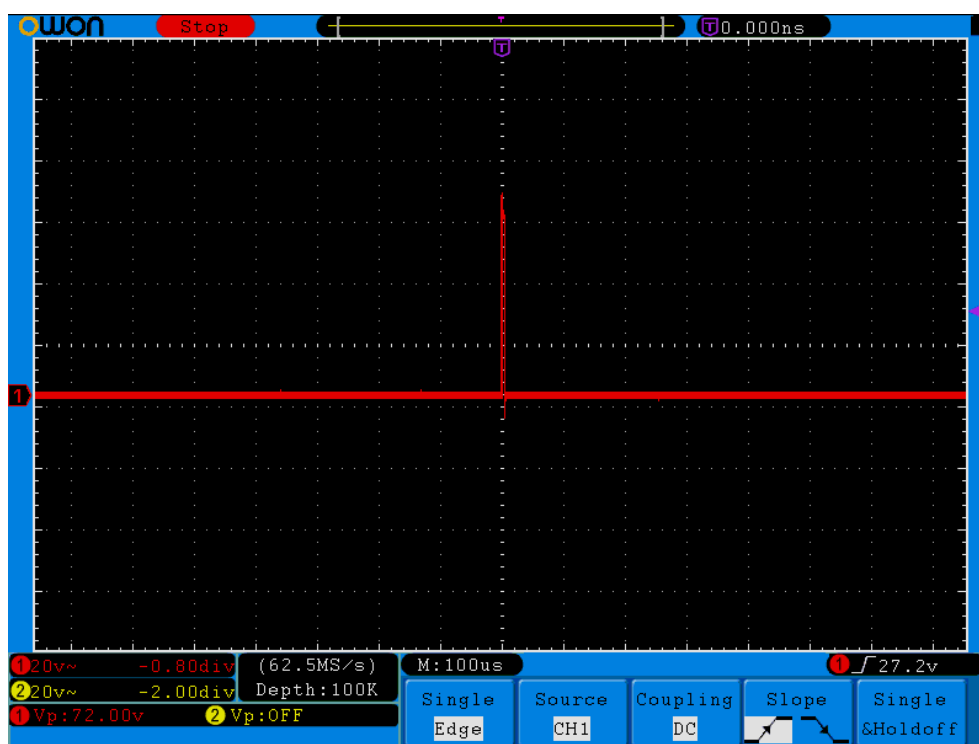

Рисунок 7-3 Регистрация однократного сигнала
- (5) Нажмите кнопку **F2** для выбора **Peak detect**.
- (6) Нажмите кнопку **Trigger** для отображения меню настроек запуска.
- (7) Нажмите кнопку **H1** для отображения меню **Type**.
- (8) Нажмите кнопку **F1** для выбора **Single** в качестве типа.
- (9) и вращением регулятора **M** выберите **Edge** в качестве режима.
- (10) Нажмите кнопку **H2** для отображения меню **Source**.
- (11) С помощью кнопки **F1** выберите **CH1** в качестве источника.
- (12) Нажмите кнопку **H3** для отображения меню **Coupling**; нажмите кнопку **F2** для выбора **DC** в качестве типа связи с входом.
- (13) Нажмите кнопку **H4** для выбора  (фронт).
- (14) С помощью регулятора **TRIG LEVEL** установите уровень запуска на среднее значение амплитуды измеряемого сигнала.
- (15) Если на индикаторе состояния регистрации, расположенном в верхней части экрана, отсутствует надпись **Ready**, нажмите **Run/Stop** для запуска регистрации, и прибор будет ожидать выполнения заданного условия запуска. При достижении сигналом уровня запуска осциллограф произведет однократную регистрацию и отобразит полученную осциллограмму на экране. Этот режим работы осциллографа позволяет легко регистрировать случайные события. Например, для регистрации короткого выброса с большой амплитудой установите уровень запуска больше амплитуды основного сигнала, затем нажмите кнопку **Run/Stop** и ожидайте. При появлении ожидаемого выброса прибор запустится автоматически и зарегистрирует форму сигнала до и после момента запуска. Перемещая стрелку-указатель момента запуска вращением регулятора **HORIZONTAL POSITION** можно установить отрицательную задержку запуска, что позволит наблюдать форму сигнала до момента появления ожидаемого выброса (см. рис. 7-3).